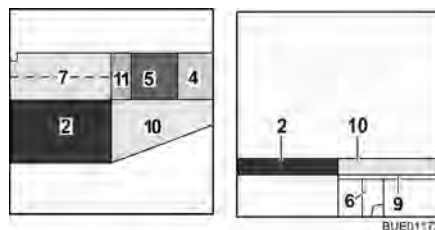

Bild 123 Efter ombyggnaden
- Lägg sittdynan (Bild 123,5) i mitten.
- Lägg ryggdynan (Bild 123,4) mellan sittdynan och väggen.
- Lägg in extradynan (Bild 123,11) mellan sittdynan (Bild 123,5) och extradynan (Bild 123,7).
- Lägg den extra dynan (Bild 123,10) på sängbreddningen.